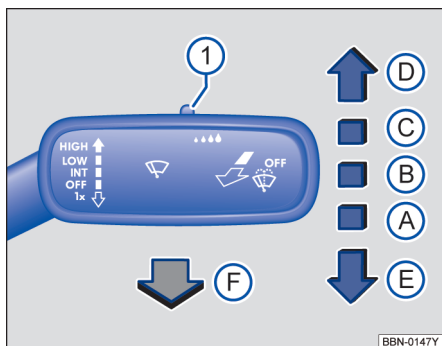

图 72 操作车窗玻璃刮水器。
1 使用开关⇒图 72**1**使用合适的间歇档位（关闭雨量传感器时）调节刮水片的速度。
- 向下短按车窗玻璃刮水器操作杆 ⇒ 图 72(E)。